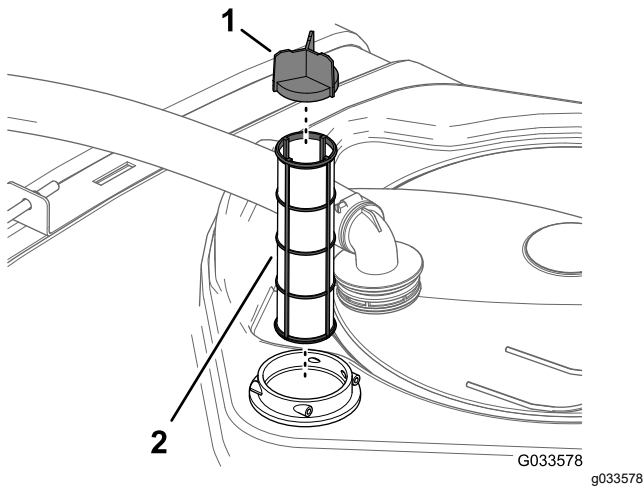

Bild 29
- Ziehen Sie das Saugsieb aus dem Filtergehäuse im Behälter (**Bild 29**).